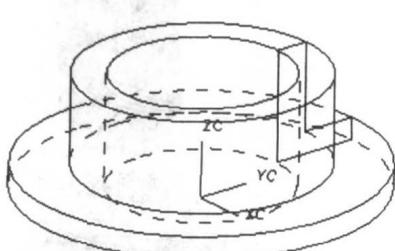

图 1-11 零件 1 的实体
(2) 选取【插入】/【成形特征】/【回转】命令，以 ZC 轴为中心轴旋转前一步绘制的草图 360°，生成零件 1 的实体，如图 1-11 所示。